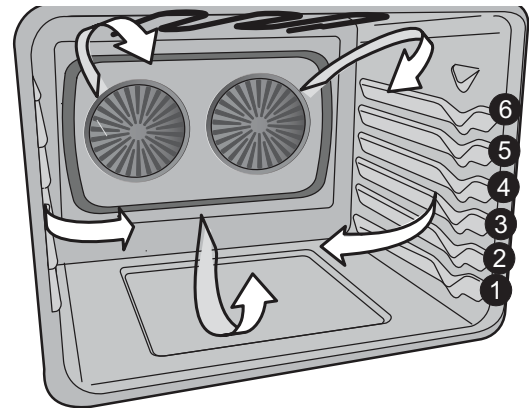

Figura 11: Posiciones de la parrilla
2. Introduzca la bandeja en la posición de parrilla 3 del horno (Figura 11) y cierre la puerta. La función AccelaHeat™ está concebida para hornear con una sola parrilla centrada en el horno.